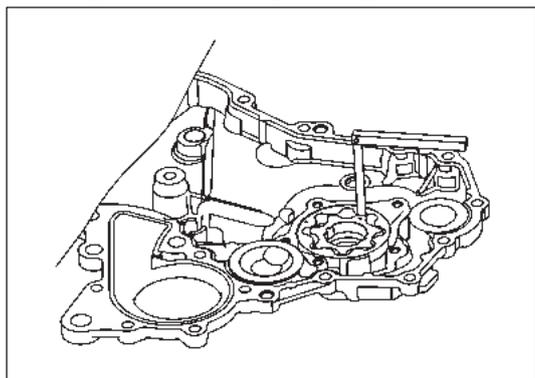

Рис. 11-4-7. Проверка зазора в зацеплении между ведущей и ведомой шестернями
- » Измерить зазор в зацеплении между ведущей и ведомой шестернями при помощи измерительного щупа, как изображено на рис. 11-4-7.